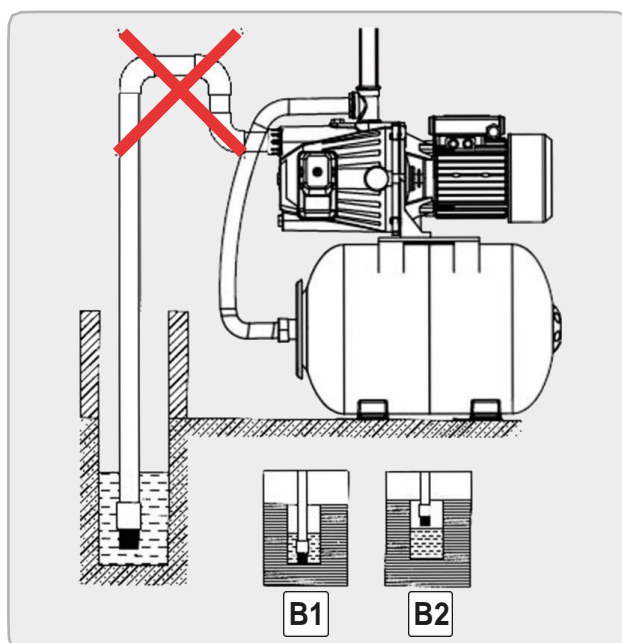

Fig.9
- **Inc corectă** - vezi Fig.9.
Sorbul de admisie (10) trebuie amplasat vertical și la 30 cm de fundul apei pentru a evita aspirarea de impurități, nisipuri sau pietre (Fig.9 B1).
Dacă hidroforul preia apa din puțuri sau bazine, trebuie să controlați scăderea nivelului apei în timpul funcționării. Dacă sorbul de admisie ajunge deasupra suprafeței apei (Fig.9 B2), hidroforul va funcționa îngol și trebuie oprit.